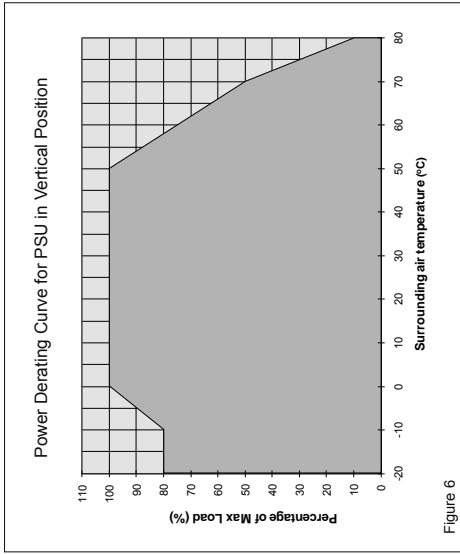

Figure 6
5.4. Temperaturverhalten (Abb. 6)
5.4. Thermal behavior (Fig. 6)